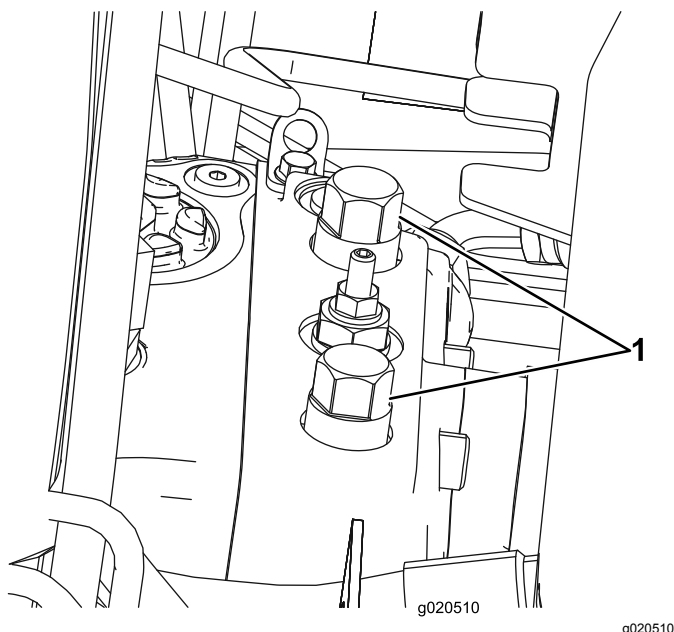

Figura 16
1. Aprite il cofano e individuate le valvole di bypass (Figura 16) sopra alla pompa, dietro alla cassetta della batteria/al vano portaoggetti.